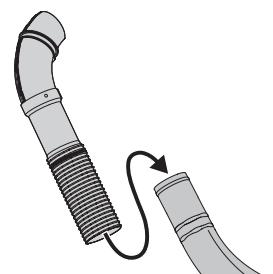

Figura 34
7. Coloque el tubo del canal superior sobre el codo del canal de descarga como se muestra en la Figura 34.